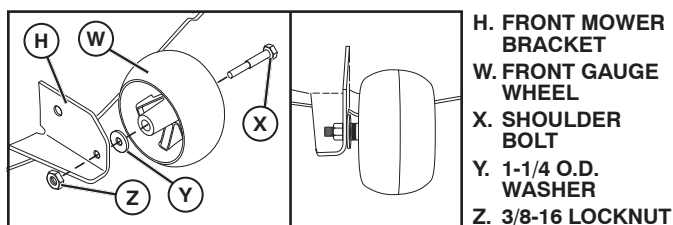

Fig. 23
2. ASSEMBLE FRONT GAUGE WHEEL (W) TO FRONT OF MOWER (See Fig. 23)